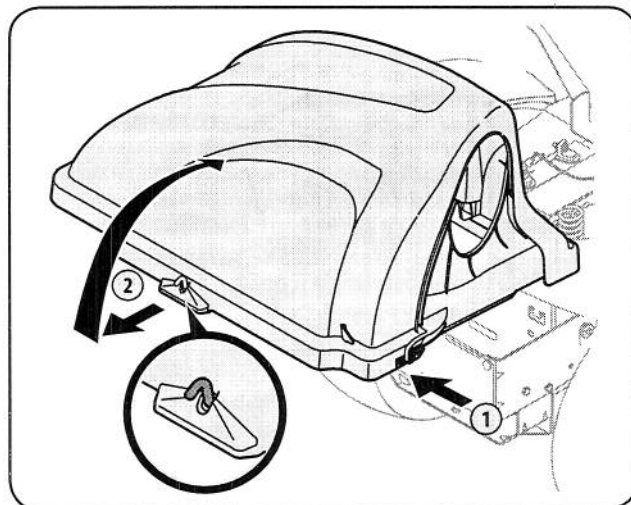

Figure 4-18
7. Ouvrez le capot en appuyant sur l'arrière, la languette du côté droit avec votre main droite, comme illustré au point 1 de la figure 4-18, et levez le couvercle avec votre main gauche placée sur à l'arrière du centre du couvercle du dispositif d'ensachage, point 2.